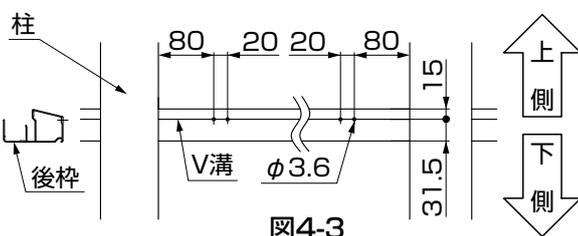

図4-3
- ①後枠の側面に $\phi 3.6$ の穴をあけてください。(図4-3参照)